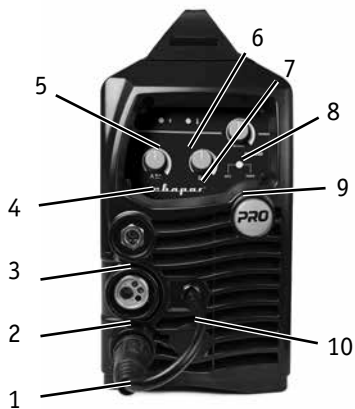
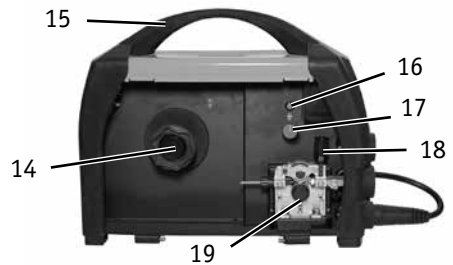

Рис. 1.1
Рис. 1.3
2. Вставьте сварочную горелку в «евроразъем» (2) (**рис. 1.1**) на передней панели аппарата и прикрутите его. После установите катушку с проволокой, установите ролики с теми канавками, которые соответствуют диаметру проволоки. Зафиксируйте проволоку с помощью ручки зажима проволоки (18) (**рис. 1.3**). С помощью кнопки прогона проволоки (16) (**рис. 1.3**) протяните проволоку внутрь горелки.
5. В зависимости от требуемой полярности вставьте кабельную вилку, соединенную с клеммой заземления, в соответствующий разъем «-» или «+» на передней панели сварочного аппарата (1 или 3) (**рис. 1.1**) и закрутите его по часовой стрелке.
6. Вставьте кабель полярности (10) (**рис. 1.1**) в свободный (не подключенный кабелем клеммы заземления) разъем сварочного аппарата и закрутите его по часовой стрелке.
7. Произведите настройки процесса сварки на передней панели управления аппарата. Выберите настройку MIG с помощью переключателя (9) (**рис. 1.1**) установите значение скорости подачи проволоки (8), выставьте рабочее напряжение дуги (7) (**рис. 1.1**).
2. На передней панели имеется два разъема «+» и «-» (1 и 3) (**рис. 1.1**). Для плотного закрепления прямого и обратного кабелей в разъемах необходимо вставить кабельную вилку в соответствующим кабелем в панельный разъем до упора и повернуть его по часовой стрелке. При неплотном подсоединении кабелей возможны повреждения как кабельного разъема, так и источника питания.
6. Выберите способ сварки ММА переключателем на передней панели аппарата (9) (**рис. 1.1**). С помощью регулятора (4) (**рис. 1.1**) установите значение тока.